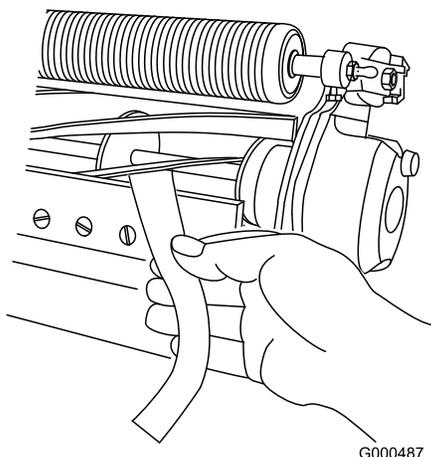

Figure 11
B. Insérez une longue bande de papier de performance de coupe entre le cylindre et la contre-lame, perpendiculairement à la contre-lame (Figure 11), puis tournez **lentement** le cylindre en avant ; il devrait couper le papier ; s'il ne le fait pas, répétez les opérations A et B jusqu'à ce que le papier soit coupé.
11. Insérez une longue bande de papier de performance de coupe (réf. Toro 125-5610) entre le cylindre et la contre-lame, perpendiculairement à la contre-lame (Figure 11), puis tournez **lentement** le cylindre en avant ; il devrait couper le papier ; s'il ne le coupe pas, tournez chaque vis de réglage de la barre d'appui de 1 cran dans le sens horaire et répétez cette opération jusqu'à ce que le papier soit coupé.